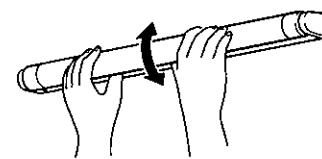

図2
- ③蛍光灯の両端を持ち、上側を手前に引くようにしながら「カチッ」という音がするまで回します。(図2)
- ④そのまま、手前に引き抜くようにして取り外します。
- ⑤グローランプの交換は台座の右側の開口部にあるグローランプを左に回して取り外します。
- ⑥新しいグローランプを右に回して取り付けます。
- ⑦新しい蛍光灯を外した時の逆の手順ではめ込みます。
- ⑧照明カバーの上面と下面を軽く挟んで持ち、奥に押し込んでめめます。
- ⑨照明用スイッチを入れ、蛍光灯が点灯することを確認します。